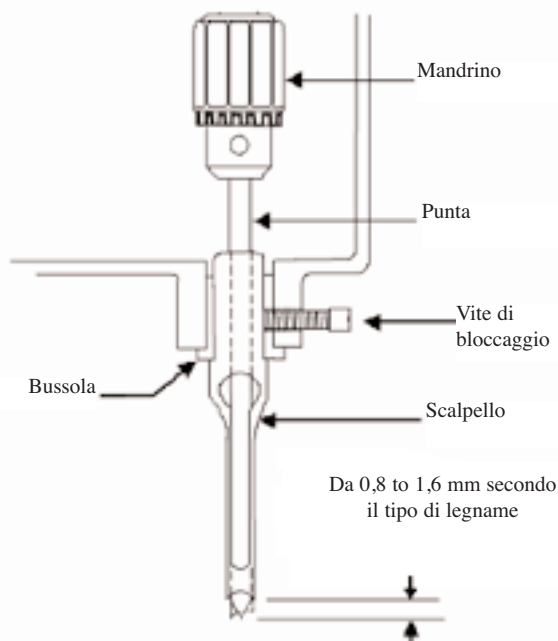

Fig. 2
1. Allentare la vite di fissaggio, come illustrato nella Fig. 2